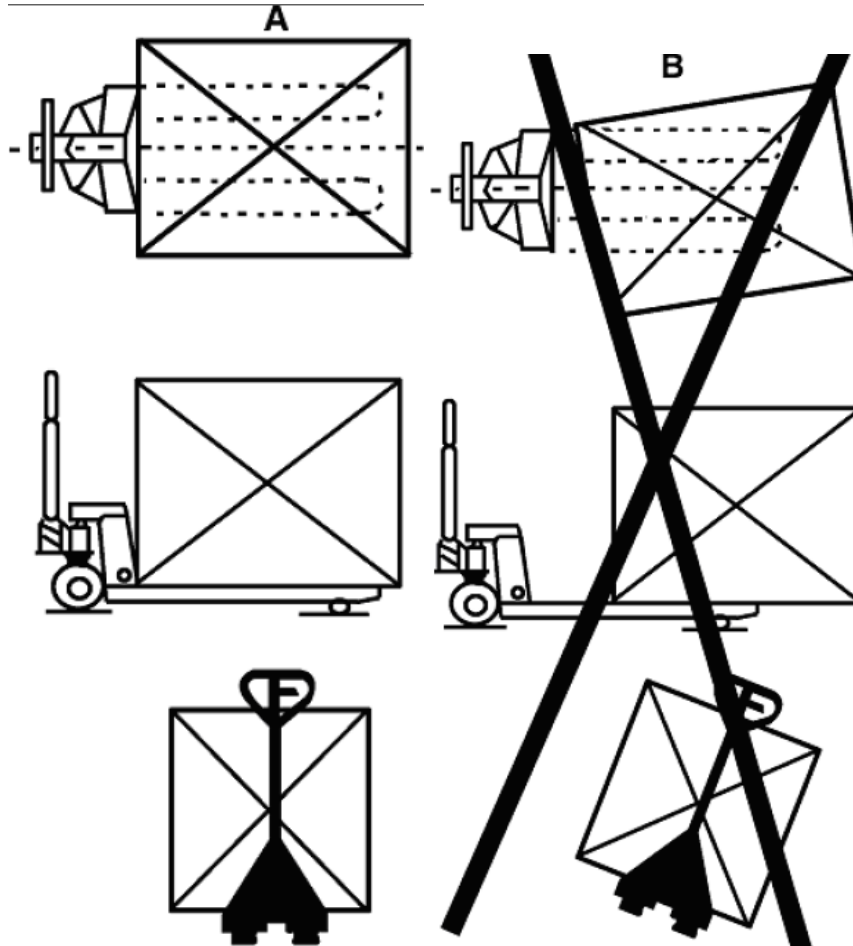

Abb. 5
- 5.9 Laden Sie Waren nicht, wie in Abb. 5/B gezeigt.